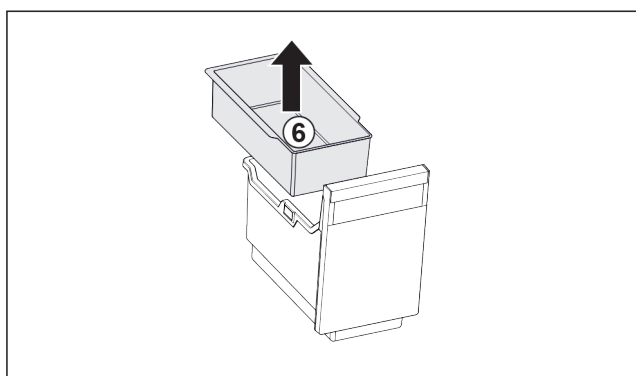

Fig. 101
- Vegye ki a beakasztható tálcát Fig. 101 (6).